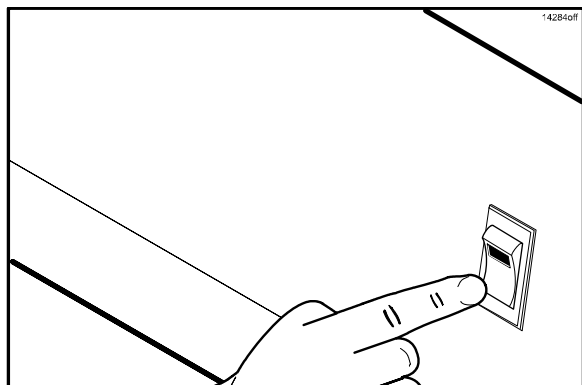

图 78
55. 将风扇联锁开关置于 OFF 的位置。（请见图 78）